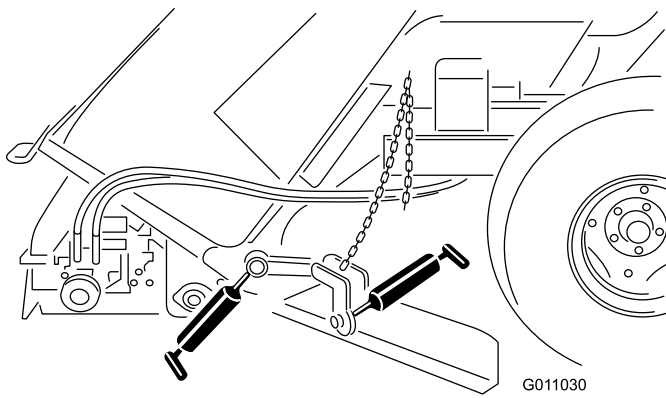

Figure 34
- Windrow blade mount (Figure 34).
- Windrow blade hub (Figure 34).